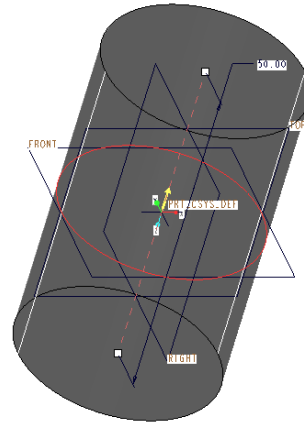

図 3-6 押し出し
- 深さドラッグハンドル（黄色のプレビューに表示されている白い正方形）をドラッグして適当に引きのばし図 3-6 のように押し出す。